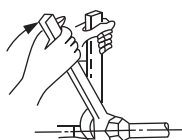

Fig.5-4
- Apriétela con una llave inglesa y una llave dinamométrica (consulte la Fig. 5-4).
- ¡Al conectar las tuberías de refrigerante, utilice siempre dos llaves/ llaves inglesas para apretar o aflojar las tuercas! (Ver Fig.5-4). De lo contrario, se dañarán las conexiones de las tuberías y se producirán fugas .